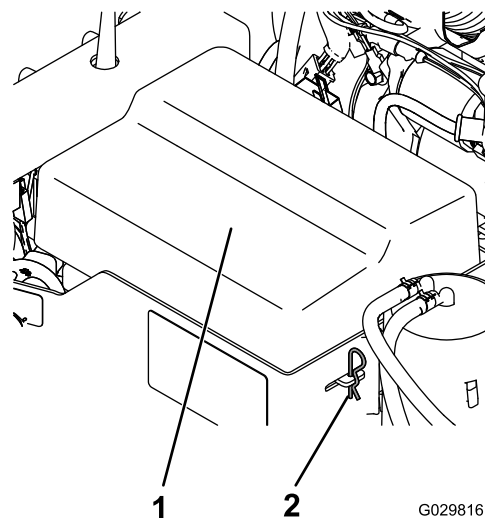

Figura 3
1. Retire os dois contrapinos que prendem a cobertura da bateria à caixa da bateria e retire a cobertura (Figura 3).
- Alinhe a cobertura da bateria com a caixa da bateria e prenda a cobertura com os dois contrapinos (Figura 3).